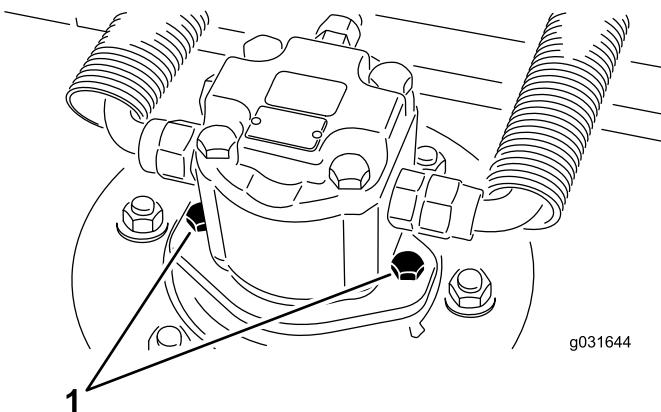

Figura 68
2. Rimuovete le viti di montaggio del motore idraulico e scolate e staccate il motore idraulico dal piatto di taglio (Figura 68).
- Utilizzando le viti di montaggio del motore idraulico, montate il motore idraulico sul piatto di taglio (Figura 68).